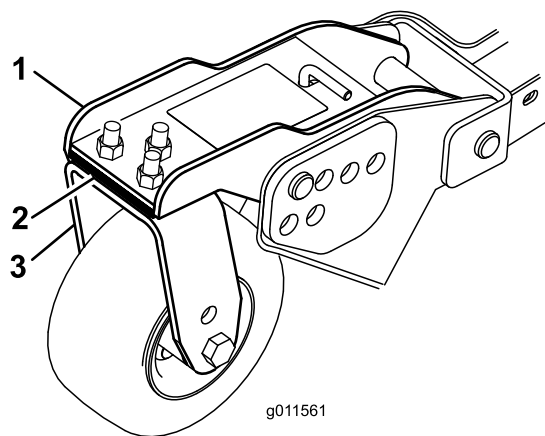

Рисунок 124
1. Отверните колпачковые винты и гайки, с помощью которых рычаг поворотного колеса крепится к вилке поворотного колеса (Рисунок 124).